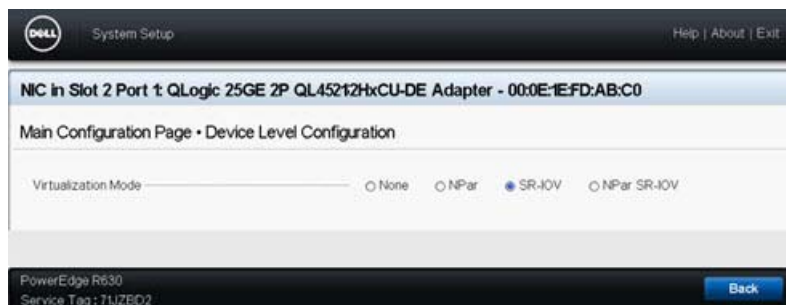

Figure 8-2. Configuration système pour SR-IOV : Configuration au niveau du périphérique
5. Sur la page de configuration principale – Configuration au niveau du périphérique (Figure 8-2) :